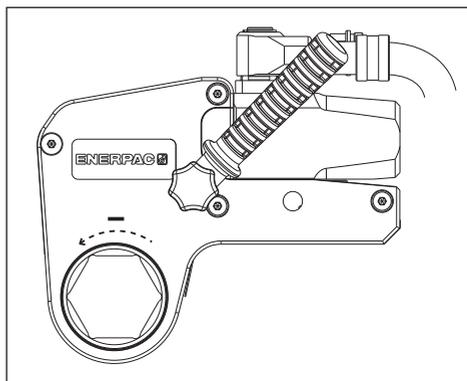

图 11
4.3.3 旋松螺母或螺栓 (图 11 和 12)
- 将反力支脚 (17) 靠在合适的反力点 (18) 上。反力点会抵消工具操作造成的力。